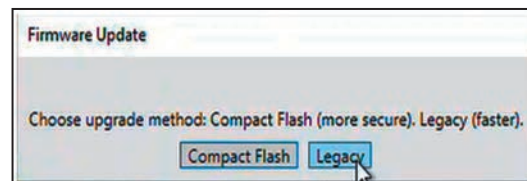
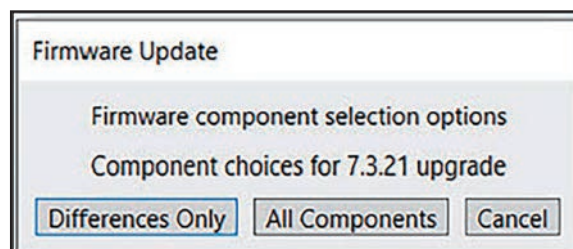

Figura 43. La ventana de diálogo de Actualización de Firmware para el control SDA-4540R2.
Figura 44. La ventana de diálogo de actualización de firmware elige el método de actualización para el control SDA-4540R3.
**PASO 12.** La ventana de diálogo de Actualización de Firmware le pedirá que seleccione el método de actualización o downgrade (descenso de versión). Haga clic en una de las opciones para continuar. Ver Figura 43 para las opciones de control del SDA-4540R2 y Figura 44 para las opciones del SDA-4540R3.